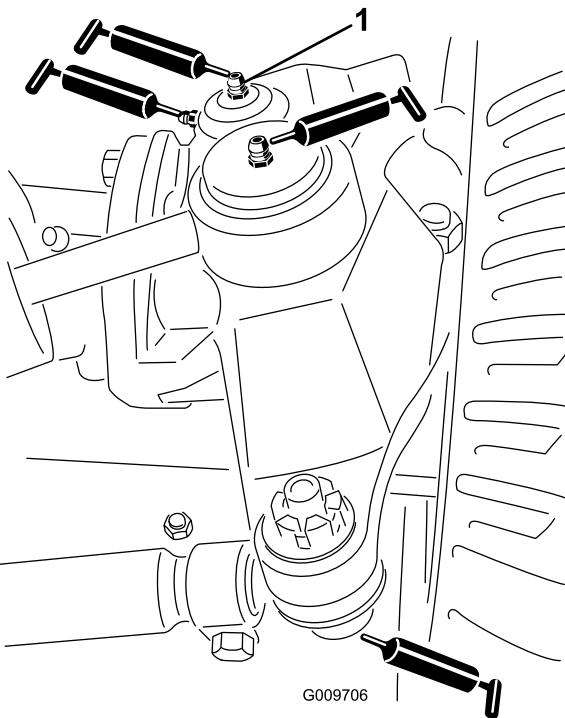

Figura 52
- Giunti a sfera del cilindro di sterzo (2) come illustrato nella Figura 52
- Giunti a sfera del tirante (2) come illustrato nella Figura 52
- Boccole del perno del fuso a snodo (2) come illustrato nella Figura 52